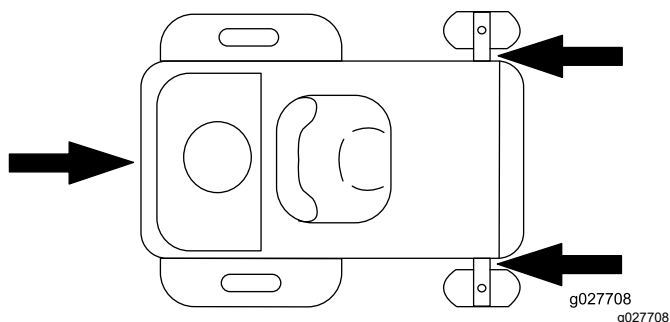

Figura 40
6. Legai maina de lângă roile pivotante faă i de lângă bara de protecție spate folosind curele, lanuri, cablu sau frânghii (Figura 40). Consultați prevederile locale referitoare la fixare.